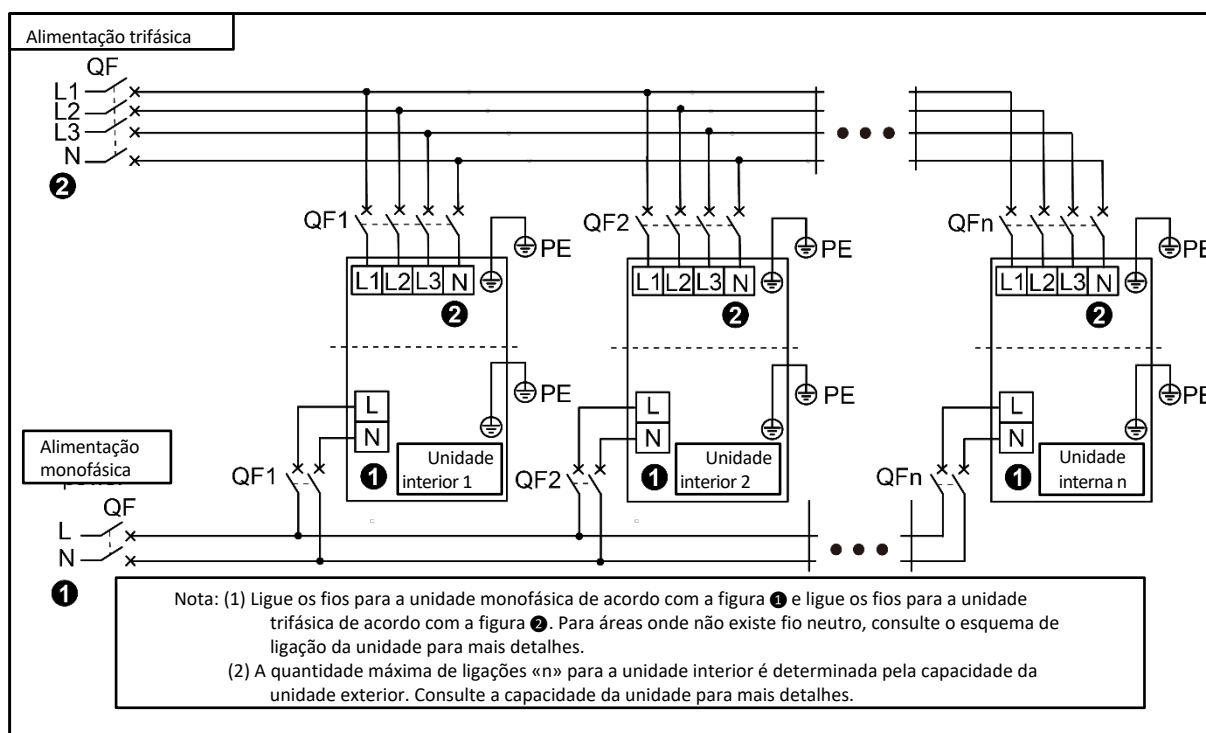

Fig. 5.2
- 3 Ligue os fios conforme indicado na Fig. 5.2.